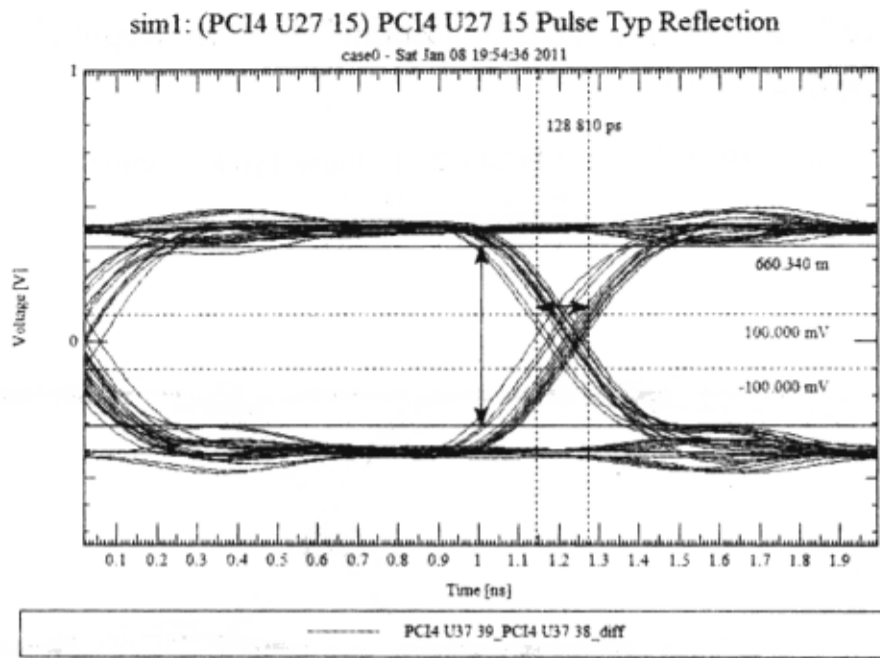

图 6-4-37 调整“Differential Vertical Marker”标志线的位置
(26) 调整“Differential Vertical Marker”标志线的位置，如图6-4-37所示。